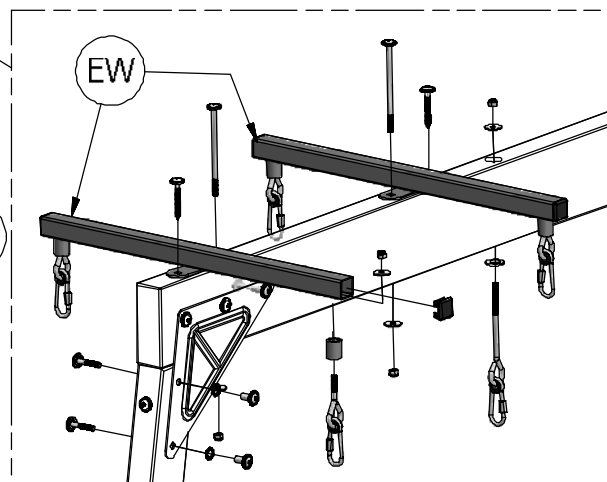

FIG. 3
SETZEN SIE DEN SCHAUKELAUFHÄNGUNG SCHNELLVERBINDUNG UND DIE SICHERUNGSSCHEIBE IN DIE LÖCHER IN DER KANTE DES SB74 SCHAUKELBALKEN EIN. SICHERN SIE DIE AUFHÄNGUNG MIT HILFE VON UNTERLEGSCHLEIBEN UND 5/16" SICHERUNGSMÜTTERN AND DEN SB74 SCHAUKELBALKEN (FIG.3).
BEFESTIGEN SIE DIE EW GLIDER STÜTZE MIT DEN (2) 2-1/2" ZUGSCHRAUBEN, 5-3/4" BOLZEN, UNTERLEGSCHLEIBEN UND 5/16" SICHERUNGSMÜTTERN AND DEN SB74 SCHAUKELBALKEN WIE ABBEGIBET. (FIG.3).